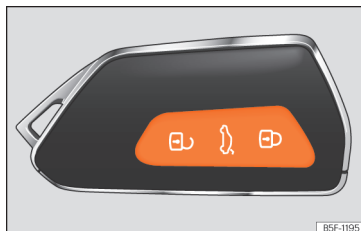

Fig. 75 Chave por comando à distância: teclas.
- Trancar: pressione o botão  »» Fig. 75.